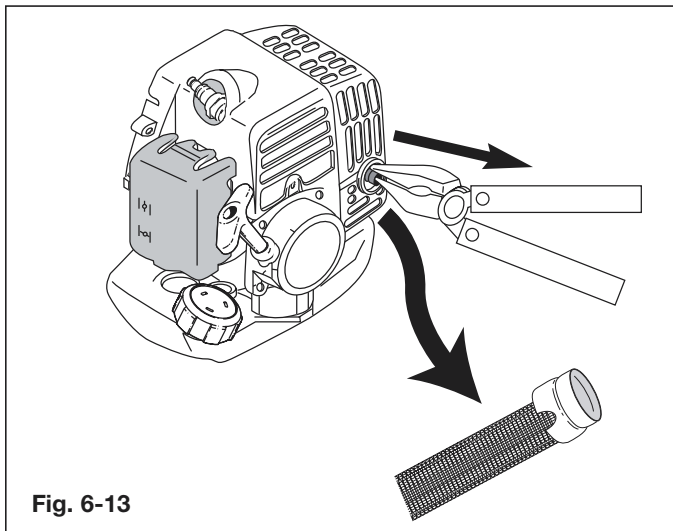

Fig. 6-13
- Use un alicate puntiagudo para agarrar el cuello del parachispas y hálalo del silenciador. (Fig. 6-13).